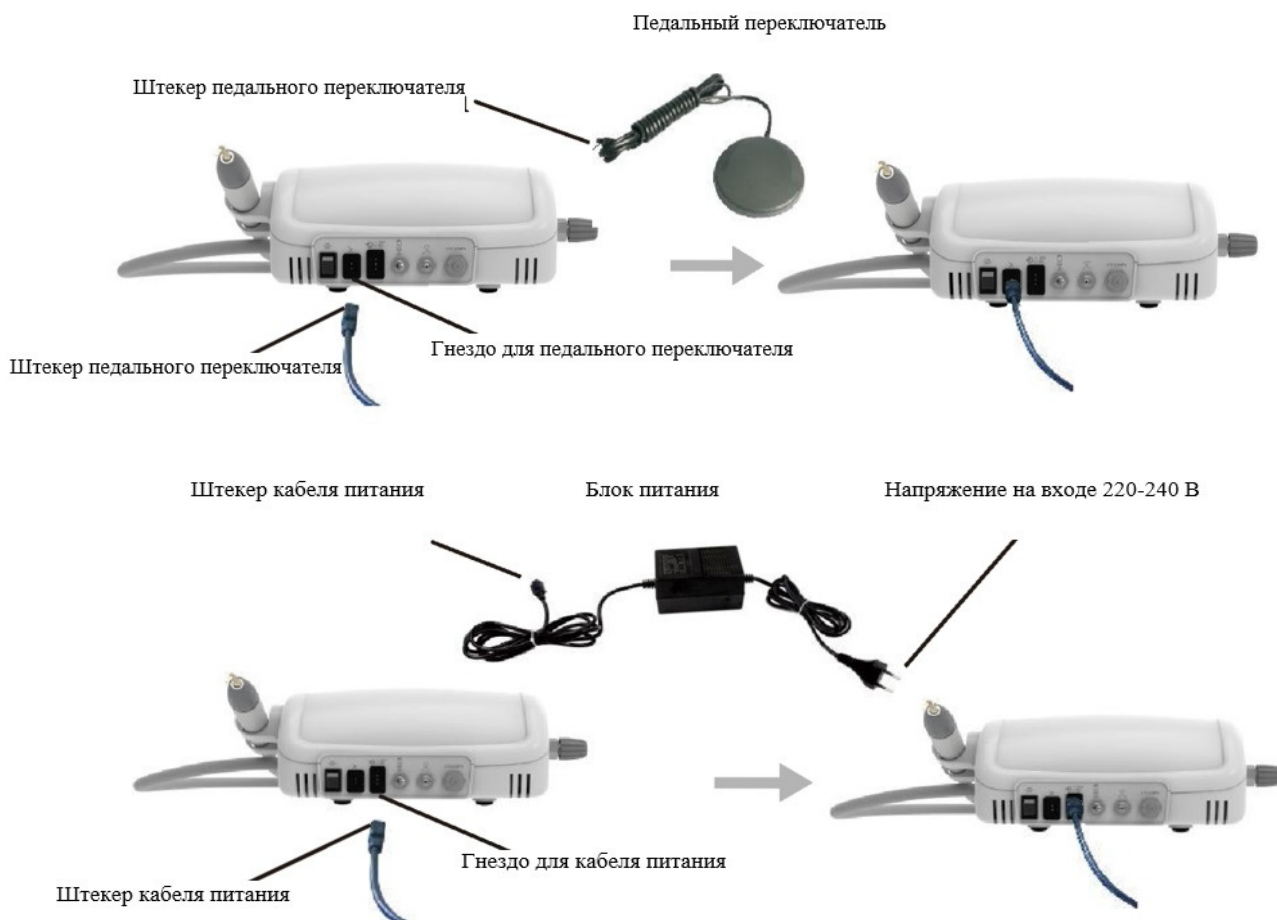

Рисунок 2
б) Схема подсоединения педального переключателя, источника питания и основного устройства показана на рис.2.
- в) Вставьте штекер педального переключателя в разъем (Рис.2).
- е) Соедините основное устройство с блоком питания, затем подайте питание (рис.2.).